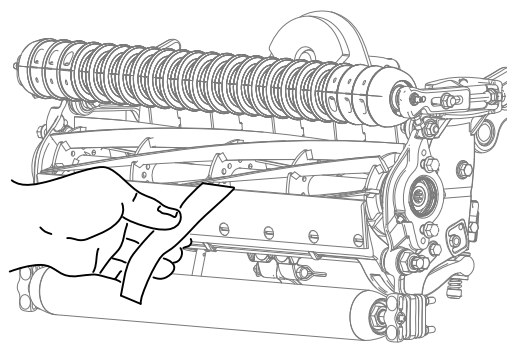

图 7
2. 在滚刀与底刀间插入一长条剪切性能纸 Toro 零件号 125-5610 纸要与底刀垂直检测剪切性能 图 7。缓慢向前旋转滚刀滚刀应剪切检测纸。